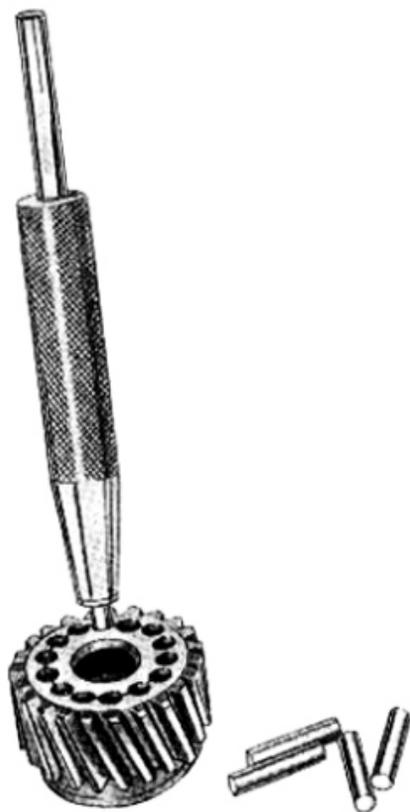

Fig. 34 - Come viene operato il montaggio dei cilindretti nel pignone motore
- 3) mediante l'attrezzo 36459 composto da una spina e da un tubetto avente sezione interna ed esterna conica con misura atta a guidare il cilindretto in gomma viene operato il montaggio come rappresentato a fig. 34.